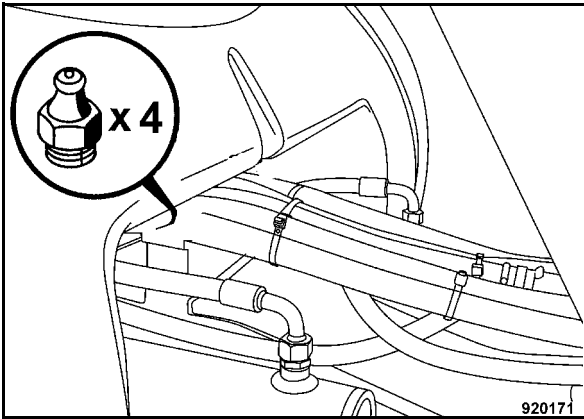

Fig. 185
- Pulire e lubrificare il nastro ingrossatore (Fig. 185) premendo ca. 5 volte l'ingrossatore riempito di grasso per alta pressione.